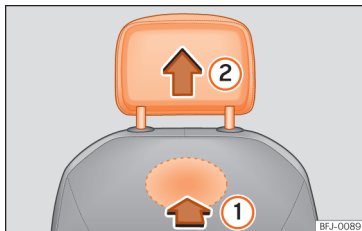

Abb. 109 Kopfstützen vorne: Ausbau.
auf der Rückseite der Sitzlehne und drücken Sie in Pfeilrichtung » » **Abb. 109** **①**.
- Ziehen Sie die Kopfstütze in Pfeilrichtung **②** heraus.